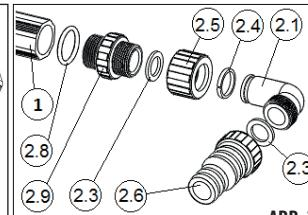
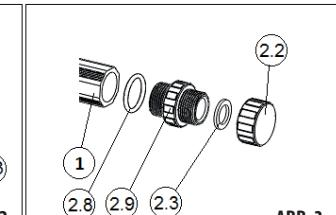

ABB. 2
ABB. 3
1) Komplettieren Sie das Panel. An die Rohre des Solarpanels schrauben sie die Übergangsmuffen (2.9) mit O-Ringen aus Silikon (2.8). WIR EMPFEHLN, AN DIE FRONTDICHTUNGSFLÄCHE DES SOLARPANEL-ROHRS (1) EINE DÜNE SCHICHT DES MITGELIEFERTEN SCHMIERSTOFF AUFZUTRAGEN, SO VERMEIDEN SIE EVENTUELLE UNDICHTELICHEN. An die Übergangsmuffen montieren Sie dann die Schlauchdorne (ABB. 2) und Stopfen (ABB. 3). In einem der Rohre befindet sich in der Mitte eine Stopfbüchse, an diesem Rohr sind die Schlauchdorne anzuwenden, an anderem Rohr sind die Stopfen zu montieren.